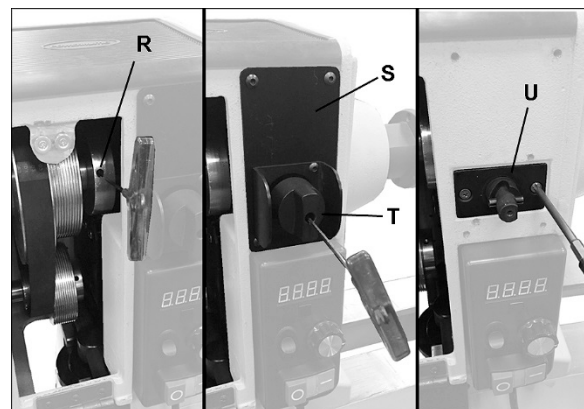
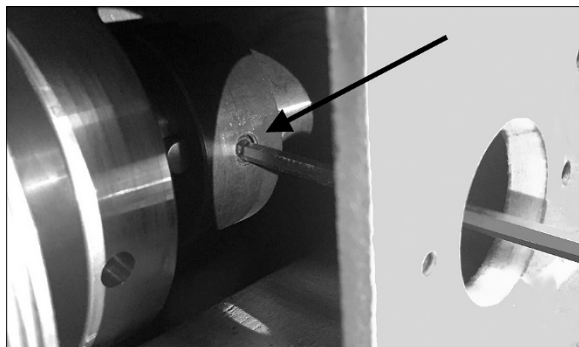
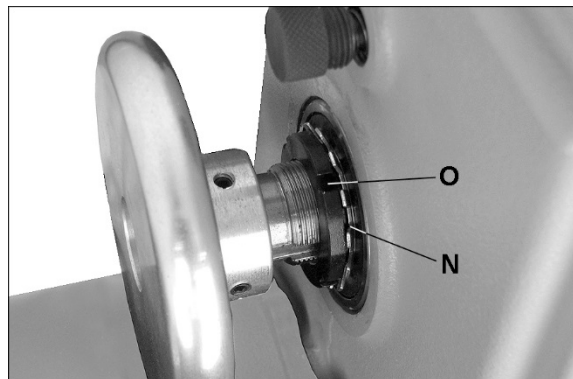

Рис. 8-10: кольцо датчика и стопорное кольцо шпинделя
Рис. 8-11: ослабьте стопорное кольцо шпинделя
Рис. 8-12: устранение люфта шпинделя
5. Открутите зажимную гайку подшипника (O, Рис. 8-10) и многолапчатую шайбу (N, Рис. 8-12).
6. Ослабьте два установочных винта на кольце датчика (R, Рис. 8-10).
7. Снимите пластину (S, Рис. 8-10) и переключатель блокировки шпинделя (T, Рис. 8-10). Выньте внутреннюю пластину (U, Рис. 8-10), заведите шестигранный ключ в отверстие и ослабьте установочный винт в стопорном кольце шпинделя (Рис. 8-11).
11. Установите многолапчатую шайбу и зажимную гайку подшипника (N/O, Рис. 8-12). Проверьте люфт шпинделя в осевом направлении (см. раздел 8.13).
13. Установите на место пластины и переключатель блокировки шпинделя (Рис. 8-10).
1. При помощи отвертки аккуратно отогните лапки на шайбе (N, Рис. 8-12), которые фиксируют гайку подшипника (O, Рис. 8-12).
2. Вставьте конец отвертки с плоским шлицем в один из пазов на зажимной гайке (O, Рис. 8-12).
3. Стукните по ручке отвертки молотком так, чтобы зажимная гайка (O, Рис. 8-12) затянулась по часовой стрелке. Закручивайте зажимную гайку подшипника примерно на 1,5 мм за раз.
5. После того, как зажимная гайка (O, Рис. 8-12) была отрегулирована, **аккуратно** загните на место лапки на шайбе (N, Рис. 8-12).